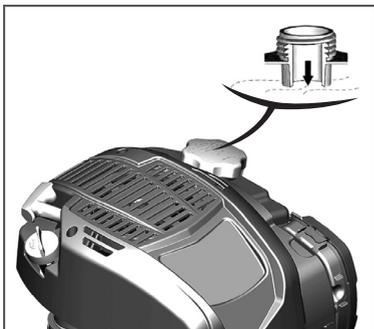

Рис. 15 Максимальный уровень топлива в топливном баке
Не заполняйте топливный бак полностью. Заливайте бензин в топливный бак до уровня, показанного на Рис. 15.
3. Залейте бензин в топливный бак при помощи специальной емкости или воронки до уровня, показанного на Рис. 15.